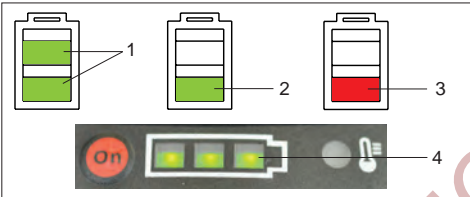

Fig. 10
- Read off battery charge on LED indicator (Fig. 10) on tool operating panel:
- Estado de carga del acumulador en el indicador LED (Fig. 10):
- Lire l'état de charge de l'affichage DEL (Fig. 10) sur le panneau de commande (l'appareil):